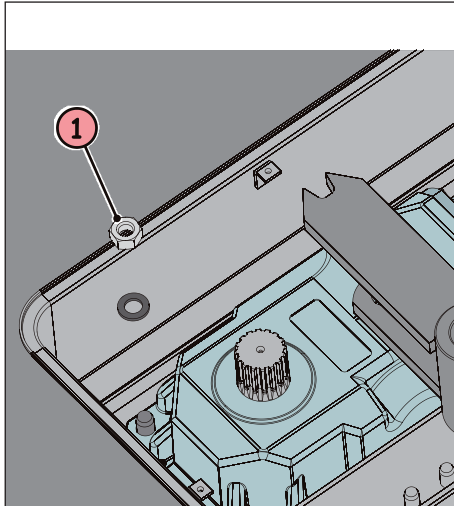

Fig. 4
- ③ Enlever l'écrou et la rondelle de fixation de l'opérateur (fig. 4 réf. ①).